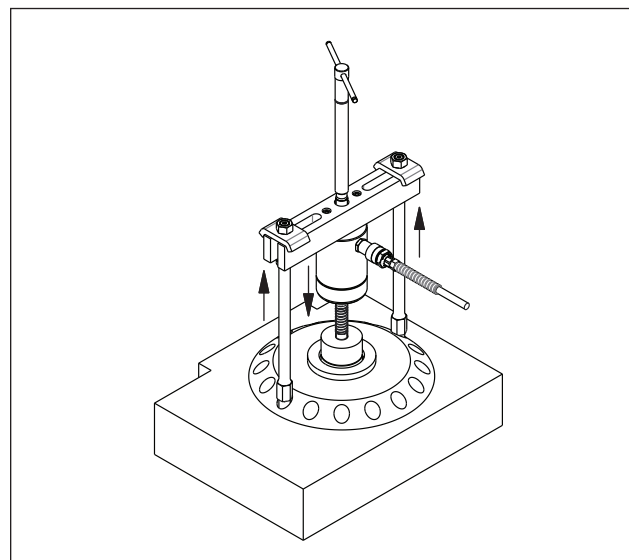

图 10, 交叉定位轴承滑轮(典型)
- 在轴承、滑轮或其他待移除部件上安装拔轮器。对齐拔轮器支脚。参见图 10。